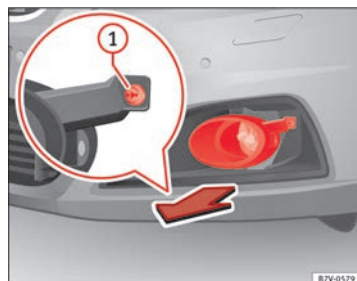
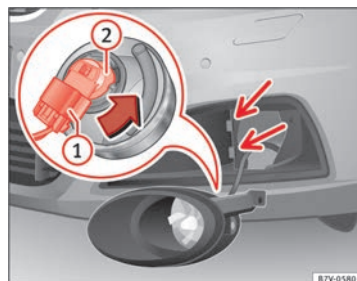

Fig. 209 En la parte derecha del parachoques delantero: Desmontaje de los faros.
Fig. 210 Cambio de las lámparas de los faros.
2. Tire de la cubierta hacia delante, en el sentido de la flecha ⇒ fig. 209.
3. Desenrosque el tornillo de fijación (1) con el destornillador de las herramientas de a bordo ⇒ página 337.
4. Inclíne el faro ligeramente hacia delante y extráigalo de sus alojamientos laterales ⇒ fig. 210 (flechas pequeñas).
5. Desbloquee el conector (1) y retírelo.
6. Gire el portalámparas (2) hasta el tope hacia la izquierda, en el sentido de la flecha, y extráigalo junto con la lámpara retirándolo hacia atrás.
9. Encaje el conector (1) en el portalámparas (2). El conector debe encastrar de forma audible.
10. Coloque el faro en los alojamientos ⇒ fig. 210 (flechas pequeñas) e inclínelo hacia atrás.
11. Apriete el tornillo de fijación ⇒ fig. 209 (1) con el destornillador.
12. Coloque la cubierta en el parachoques ⇒ fig. 209.